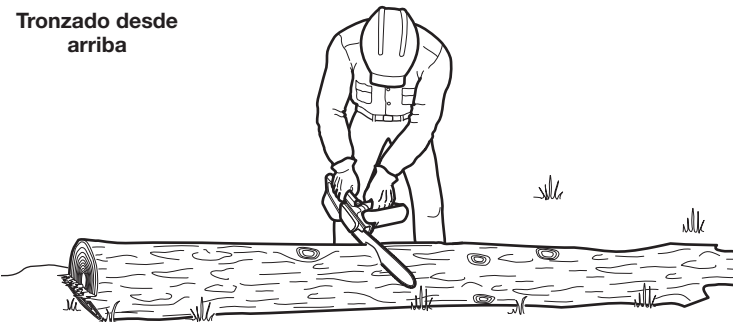

Fig. 24
Cuando los troncos están sostenidos en toda su longitud, se debe tener cuidado adicional para que la cadena de la sierra no entre en contacto con el suelo u otra estructura de apoyo (Fig. 24).
1. Comience a cortar el tronco desde arriba, con la parte inferior de la cadena de la sierra contra la parte superior del tronco (Fig. 24).